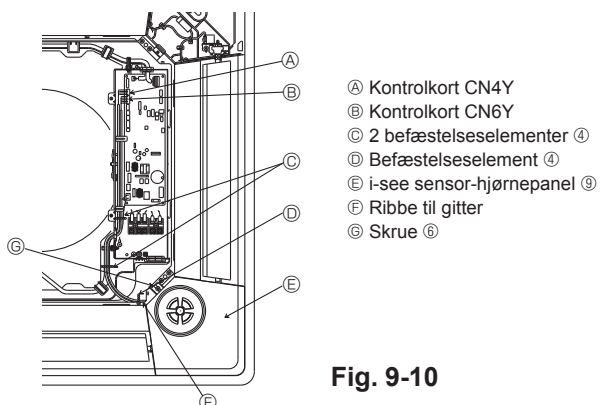

Fig. 9-10
9.6. Montering af i-see sensor-hjørnepanelet (Fig. 9-10)